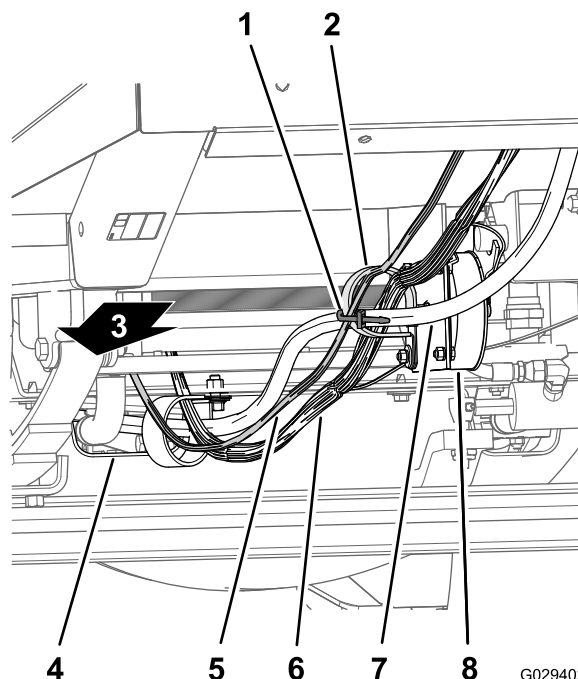
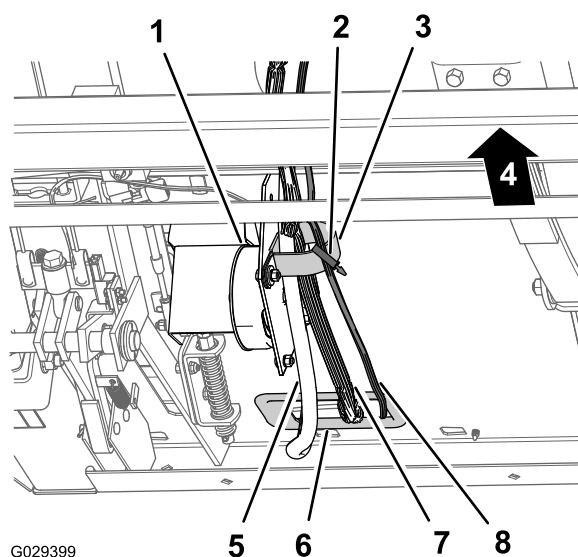

Figure 12
Figure 13
1. Acheminez la branche tableau de bord de 240 cm du faisceau de câblage le long du faisceau et des flexibles de direction de la machine (sous le radiateur), à travers le collier en R au bas du support de radiateur et à travers le collier en R sur la bobine de commande de vitesse de déplacement (Figure 12 et Figure 13).
2. Passez la branche tableau de bord de 240 cm du faisceau de câblage dans le collier en R au niveau de la bobine de commande de vitesse de déplacement (Figure 12 et Figure 13).